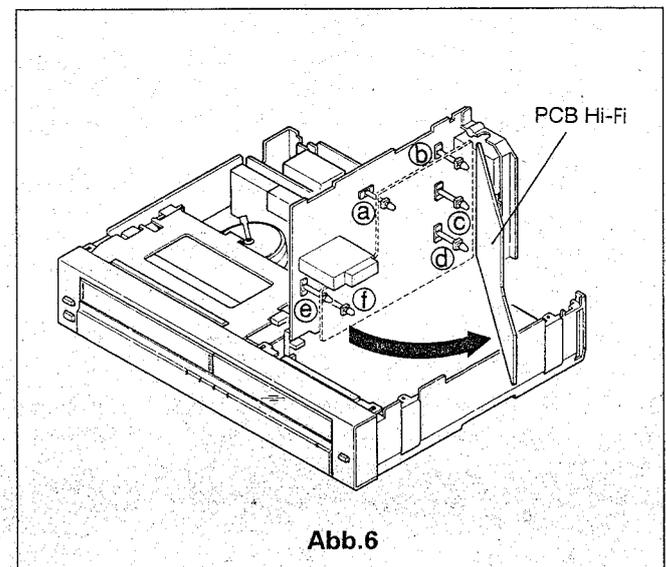

Abb.6
- C. Lösen Sie die sechs Halter (a)~(f) an der PCB HIFI. Siehe Abb. 6.